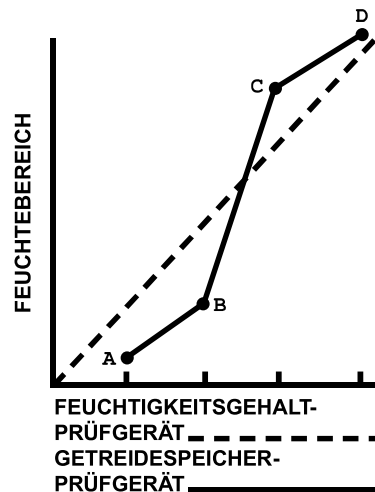

ABBILDUNG 1: Feuchtigkeitsgehalt-Prüfgerät, Getreidespeicher-Prüfgerät Vergleich
HINWEIS: Abbildung 1 dient lediglich zur Veranschaulichung und stellt keine tatsächlichen Prüfergebnisse dar.
- 1. Prüfgerät-Unterschiede:** Das Feuchtigkeitsgehalt-Prüfgerät stimmt möglicherweise nicht mit bestimmten Getreidespeicher-Prüfgeräten überein. Es gibt kein Prüfgerät, das den tatsächlichen Feuchtigkeitsgehalt eines jeweiligen Getreides messen kann. Für Getreidespeicher-Prüfgeräte bestehen keine nationalen Normen. Der Unterschied zwischen dem Feuchtigkeitsgehalt-Prüfgerät und verschiedenen behördlich genehmigten Getreidespeicher-Prüfgeräten ist nicht immer gleichbleibend. Eine Einstellung für einen bestimmten Feuchtigkeitsgehalt stimmt möglicherweise bei einem anderen Feuchtigkeitsgehalt nicht. Abbildung 1 zeigt wie das Feuchtigkeitsgehalt-Prüfgerät über einem weiten Feuchtigkeitsgehalt möglicherweise mit einem Getreidespeicher-Prüfgerät zu vergleichen ist. Das Feuchtigkeitsgehalt-Prüfgerät und die meisten Getreidespeicher-Prüfgeräte sind im mittleren Feuchtigkeitsbereich für die jeweilige Getreidesorte am genauesten. In dieser Abbildung stimmen die Prüfergebnisse für das Getreidespeicher-Prüfgerät (in der Abbildung durch die durchgehende Linie dargestellt) in diesem Bereich nahezu mit denen des Feuchtigkeitsgehalt-Prüfgeräts (als gestrichelte Linie dargestellt) überein. Je weiter man sich jedoch vom mittleren Bereich entfernt und in die höheren und niedrigeren Feuchtigkeitswerte gerät, desto größer werden die Unterschiede zwischen dem Getreidespeicher-Prüfgerät und dem Feuchtigkeitsgehalt-Prüfgerät, und das Prüfgerät kann sogar abwechselnd höhere und niedrigere Werte als das Getreidespeicher-Prüfgerät anzeigen. In Abb. 1 zum Beispiel stellt der Bereich zwischen B und C den mittleren Feuchtigkeitsgehalt dar. Die Prüfergebnisse des Feuchtigkeitsgehalt-Prüfgeräts stimmen innerhalb von plus oder minus 0,5 Prozent mit denen des Getreidespeicher-Prüfgeräts überein. Der Bereich zwischen A und B stellt den unteren Feuchtigkeitsbereich dar. Die Ergebnisse des Feuchtigkeitsgehalt-Prüfgeräts differieren um einen größeren Betrag von den Ergebnissen des Getreidespeicher-Prüfgeräts und sind in diesem Falle NIEDRIGER als die Ergebnisse des Getreidespeicher-Prüfgeräts. Der Bereich zwischen C und D stellt den oberen Feuchtigkeitsbereich dar. Die Ergebnisse des Feuchtigkeitsgehalt-Prüfgeräts differieren wiederum um einen größeren Betrag von den Ergebnissen des Getreidespeicher-Prüfgeräts als im mittleren Feuchtigkeitsbereich, aber in diesem Falle sind sie HÖHER als die Ergebnisse des Getreidespeicher-Prüfgeräts.
- 2. Voraussetzung für die Kalibrierung:** Abbildung 1 stellt dar, dass die Ergebnisse des Feuchtigkeitsgehalt-Prüfgeräts im mittleren Feuchtigkeitsbereich im Prinzip mit den Ergebnissen des Getreidespeicher-Prüfgeräts übereinstimmen. (Der Graph hier dient lediglich zur Veranschaulichung und stellt keine tatsächlichen Prüfergebnisse dar.) Jegliche Änderungen der Eichung für Getreide in diesem Feuchtigkeitsbereich sind gering, und eventuell nicht notwendig. Falls das Getreide jedoch sehr trocken (niedriger Feuchtigkeitsbereich) oder sehr feucht ist (oberer Feuchtigkeitsbereich), muss das Feuchtigkeitsgehalt-Prüfgerät möglicherweise entsprechend den Ergebnissen des Getreidespeicher-Prüfgeräts geeicht werden. Hierfür in beiden Prüfgeräten Getreide der gleichen Getreideprobe verwenden. Die notwendige Kalibrierungseinstellung notieren. Sie gilt für alle Prüfungen in diesem Feuchtigkeitsbereich für die jeweilige Getreidesorte.